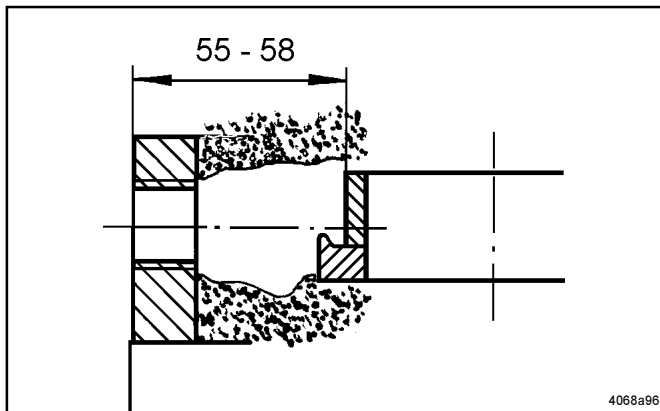

Abb. 5 - Freigraben von Fett
- Ist die Pumpe mit Fett gefüllt, mit einem geeigneten Gegenstand, wie z. B. einem sauberen Schraubenzieher, im Fett ein Loch bis zum Exzenterring freigraben (Abb. 5).